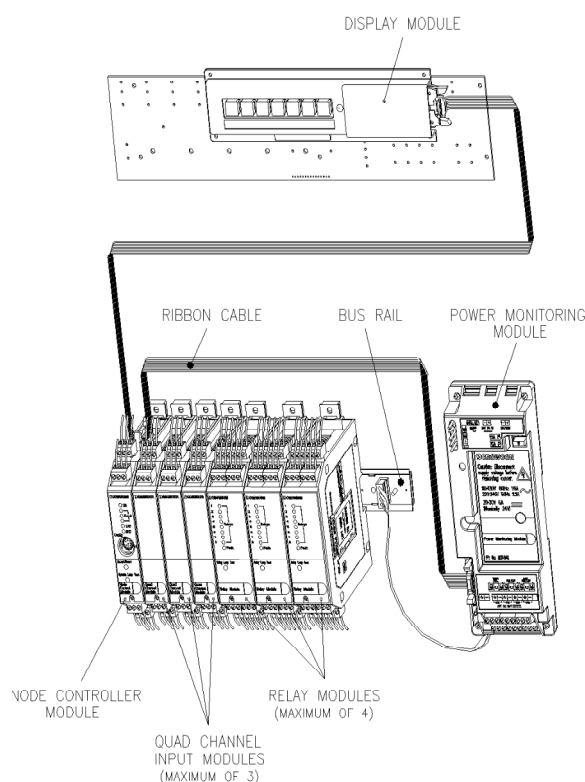

Abbildung 1: Allgemeiner Aufbau der Vortex Module
Abbildung 1 zeigt den allgemeinen Aufbau der Module in dem Vortex System. Die Anzahl und Anordnung der Module variiert entsprechend Ihrer Vortex Systemkonfiguration.
Abbildung 1 auf Seite 4 zeigt den Aufbau der Module in dem Vortex System. Die Anzahl und Anordnung der Module variiert entsprechend Ihrer Vortex Konfiguration.
4. Montieren Sie die Module auf der Busschiene / den Busschienen. Um Störungen in den Eingangskanälen beim Schalten großer Lasten zu vermeiden, sollten die Relaisausgangsmodule rechts neben den Vierkanaleingangsmodulen positioniert werden. Das Knotensteuermodul sollte sich, wie in Abbildung 1, ganz links befinden. Die Anweisungen zu Montage und Demontage der Module auf der DIN Schiene finden Sie in Abschnitt 7.8.